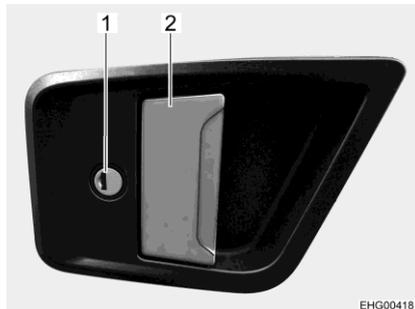
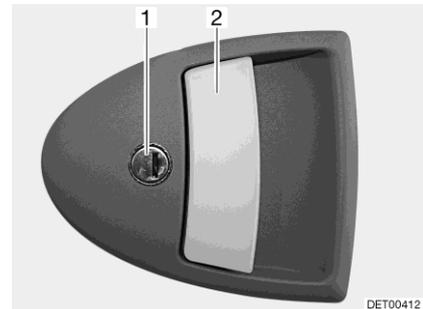

Bild 51 Türschloss (Eingangstür außen)
Bild 52 Türschloss, Variante (Eingangstür außen)
Öffnen: ■ Schlüssel in Schließzylinder (Bild 51,1 oder Bild 52,1) stecken und drehen, bis das Türschloss entriegelt ist.
■ Am Türgriff (Bild 51,2 oder Bild 52,2) ziehen. Die Tür ist geöffnet.
Verriegeln: ■ Schlüssel in Schließzylinder (Bild 51,1 oder Bild 52,1) stecken und drehen, bis das Türschloss verriegelt ist.